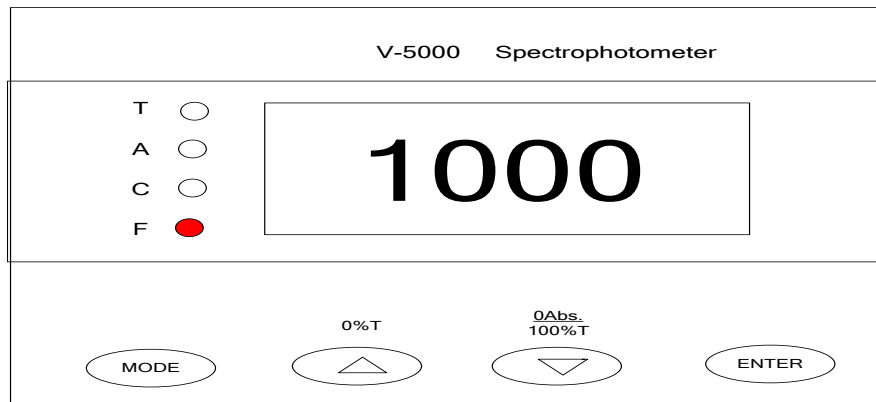

Fig.1-13
- a. Pressione **MODE** para configurá-lo no modo F. (Fig.1-13)